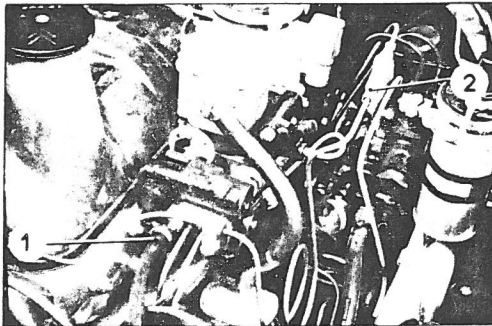

Fig. 16.
- rørforbindelsen (2) fig. 16 fra forbindelsen mellem centrifugalregulator og skifteblok.